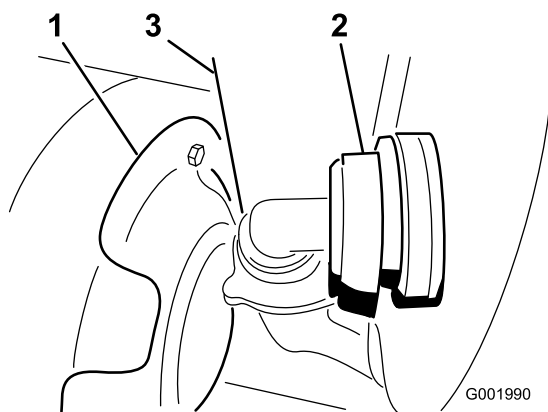

図 55
3. タンクの前壁の下にあるホースを外す（図 55）。
注 防熱シールド（図 55）を押しのけないとカバーが取り外せない場合があります。
7. タンク前面下のホースを接続する (図 55)。